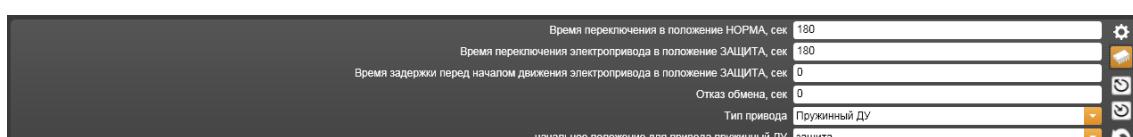

Рисунок 14.3.61 – Свойства Модуля дымоудаления-1
- 22) **Модуль дымоудаления-1** (Рисунок 14.3.61).
- – **Параметры по умолчанию** – значок, при щелчке на котором происходит считывание параметров из памяти компьютера в таблицу параметров текущей закладки (Нижний рисунок 14.3.61).